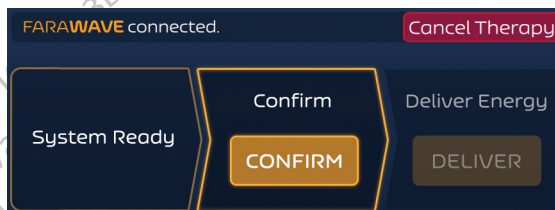

Abbildung 9. Therapiebildschirm – Asynchroner Modus – Bestätigungsmodus
4. Nach Abschluss der Initialisierung wird die Schaltfläche CONFIRM (Bestätigen) hervorgehoben, wie in Abbildung 9 dargestellt.
- Der FARASTAR PFA Generator kehrt dann in den Status CONFIRM (Bestätigen) zurück, wie in Abbildung 9 dargestellt.